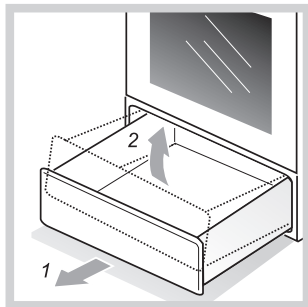

Рис.16
- Как достать ящик, показано на рис. 16.